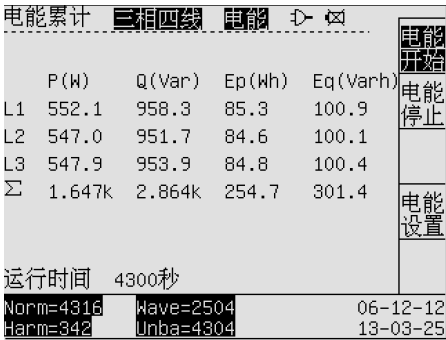

图 14-2 电能累计
瞬态显示共 2 屏幕。屏幕显示见（图 14-2）
瞬态屏幕可以提供的软键共 3 个（见图 14-2）。
- 打开：操作电能累计屏幕的 F1 软键。见图 14-2。
- 打开：操作电能累计屏幕的 F2 软键。见图 14-2。